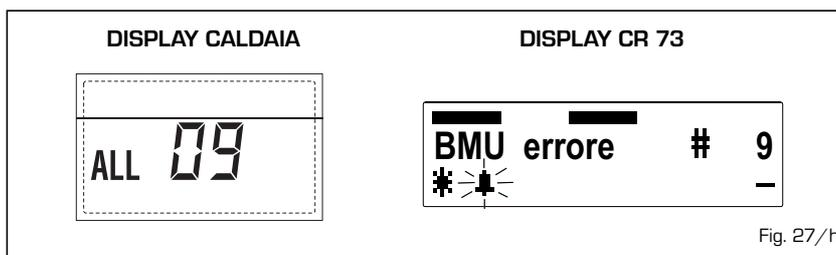

Fig. 27/h
- **ANOMALIA SONDA AUSILIARIA "ALL 10 - # 10" (fig. 27/i)**